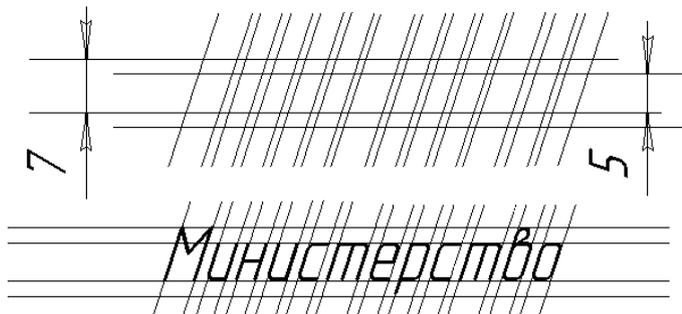

Рисунок 1 – Упрощенная вспомогательная сетка для написания чертежного шрифта
3. При выполнении разметки пользоваться упрощенной сеткой (рис.1). При оформлении титульного листа используют шрифт №10;